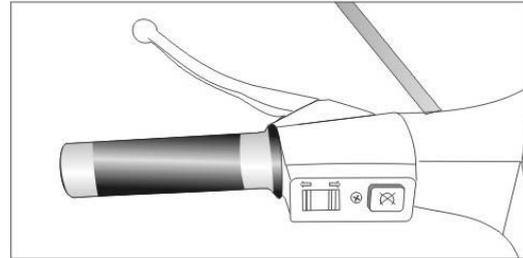

Fig. 14
3.2 **Lato sinistro del manubrio (Fig. 14).**
3.2.2 **Interruttore di spegnimento:** premere per arrestare il motore (Fig. 14).